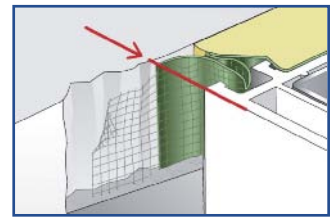

Fig.5 : Application du mortier sur la grille.
- En premier lieu appliquer une couche fine de crépi sur le mur (Fig.5)
- Appliquer la grille dans le crépi humide. La membrane fermée doit recouvrir le joint entre la menuiserie et le mur. Placer la jonction, comme sur la figure 5, au droit du trait rouge.